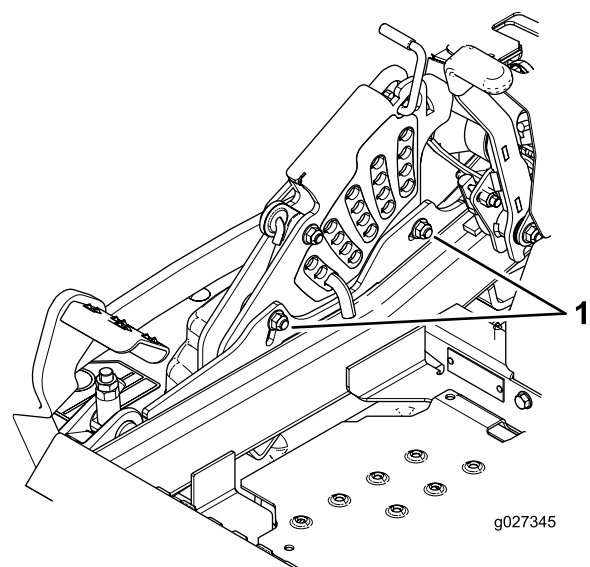

Figura 115
11. Per agire sull'impianto di regolazione da un punto unico, allentate i 2 bulloni alla base della piastra dell'altezza di taglio (Figura 115).
13. Serrate i 2 bulloni alla base della piastra dell'altezza di taglio (Figura 115).